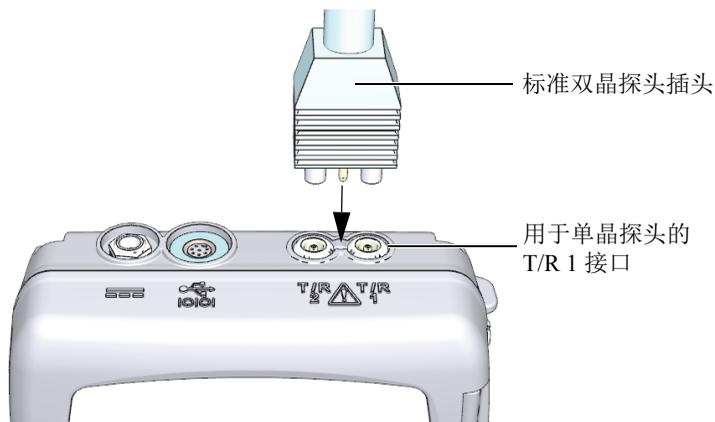

图 5-1 插入探头
1. 将探头插入 38DL PLUS 仪器机壳顶部的探头接口中（参见第 60 页的图 5-1）。单晶探头插入 T/R 1 接口中。